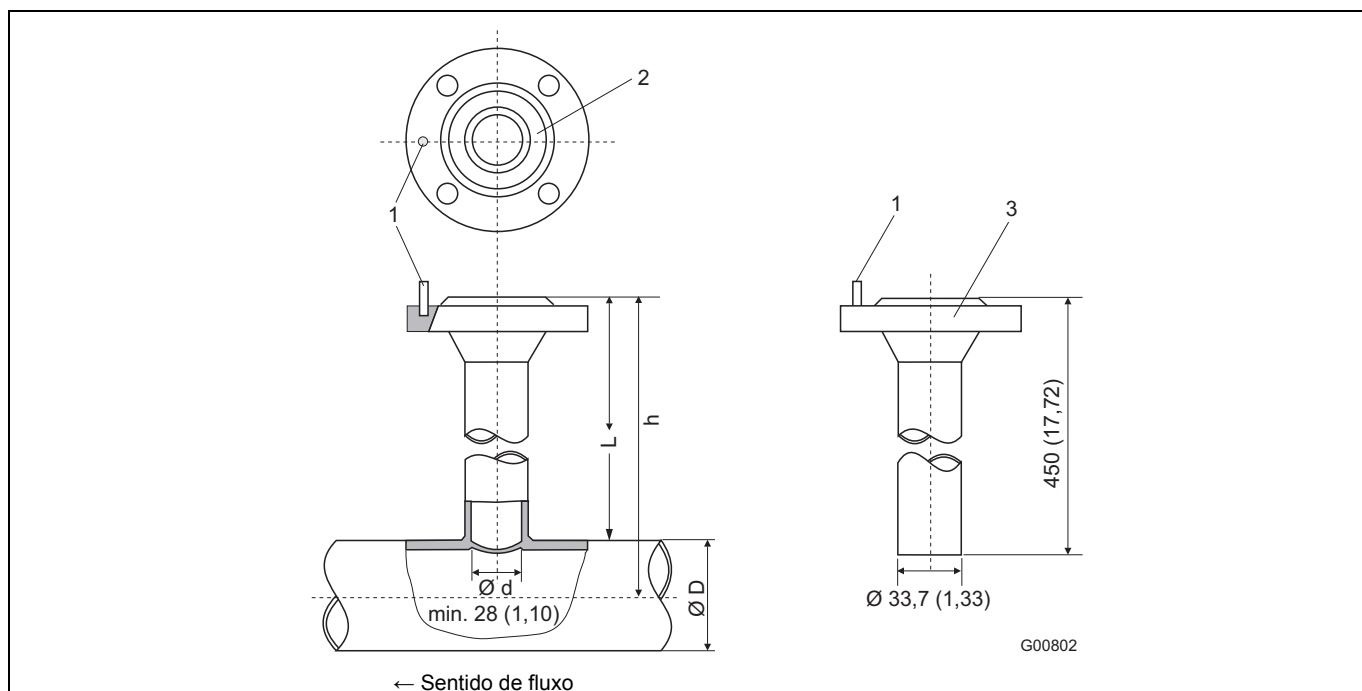

Fig. 7: Medidas em mm (inch)
- 1 O adaptador tem de apresentar após a soldadura o comprimento L (vide fig. 7 e 8).